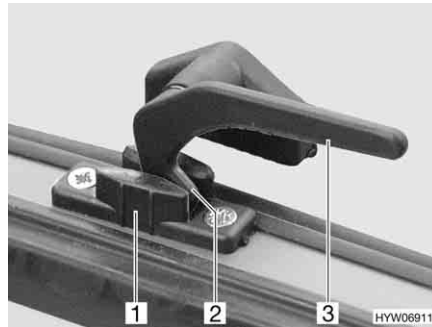

Bild 57 Låsarm i läget "kontinuerlig vädring"
- I läget "kontinuerlig vädring" (Bild 57)
- Sväng låsarmen (Bild 57,3) ett kvarts varv mot fönstrets mitt.
- Sväng låsarmen ett kvarts varv mot fönsterkarmen. Därvid måste låsspaken (Bild 57,2) föras in i spåret på fönsterlåset (Bild 57,1).